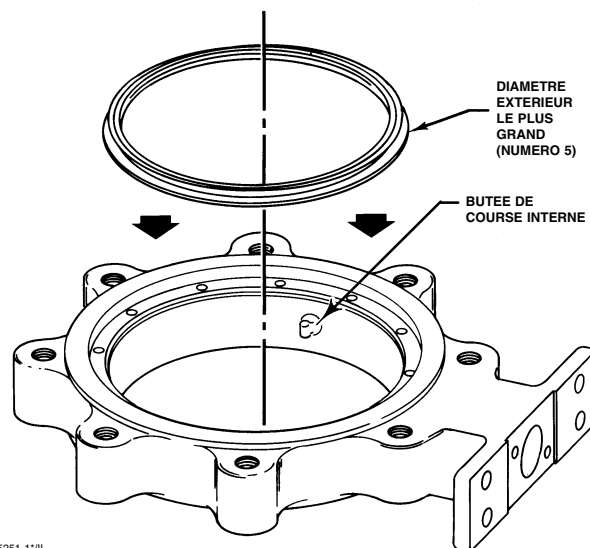

Figure 8. Installation de joints typique
Placer le joint torique (n° 6) dans la large gorge extérieure de la bague d'étanchéité avant d'installer cette dernière dans le corps de la vanne. Voir la figure 8.
1. Localiser la bague d'étanchéité de remplacement (n° 5) et noter sa forme. L'un des diamètres de l'anneau est supérieur à l'autre, comme représenté sur la figure 8. La circonférence externe est entourée d'une large rainure.
Lors de la fixation de l'actionneur sur la vanne, vérifier que le disque de la vanne ne touche pas la butée de course interne de la vanne (voir la figure 8). Le disque de la vanne doit être placé à une distance de 0 à 0,76 mm (0 à 0.030 in.) de la butée interne du corps de la vanne (voir la figure 8).